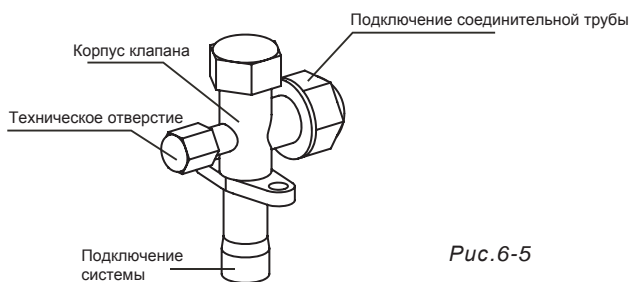

Рис. 6-5
- По завершении установки откройте все клапаны до проведения пробного пуска. Каждое устройство оборудовано двумя клапанами разного размера, установленными на стороне внешнего блока. Один из клапанов предназначен для газа, другой для жидкости. Процедура открытия/закрытия клапана показана на рисунке ниже (рис. 6-5).